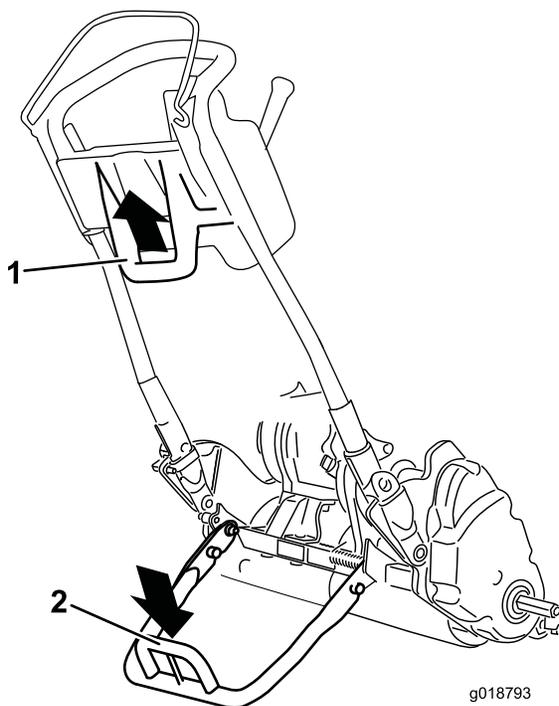

图22
- 要使用支撑架安装行走轮首先应将支撑架放到地面上踩下支撑架环并向向上向后拉中下部手柄图22。